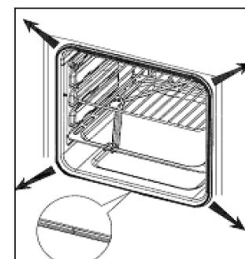

Рис. 13
2. Снимите старый уплотнитель, как показано на Рис. 13.
ПРИМЕЧАНИЕ: Устанавливая уплотнитель на место, проследите, чтобы соединение уплотнителя было в центре нижней части (Рис. 13).